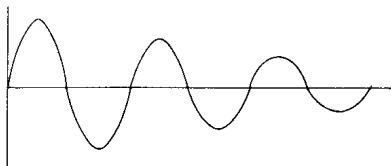

bild 143
När kondensatorladdningen har uppnått sitt maximala värde (3) börjar det åter gå ström genom spolen. Ett nytt magnetfält byggs upp som vid tidpunkten 4 har motsatt riktning mot magnetfält vid tidpunkten 2. När detta nya magnetfält är som starkast (4) bryts det ner. Den magnetiska energin omvandlas åter i elektrisk energi och kondensatorn laddas nu upp med samma polaritet som i 0–1. Detta förlopp upprepas ända tills de ohmska motståndet i spolen har orsakat en förlust av all den energi som en gång fanns i hela svängningskretsen. Den uppkomna svängningen har alltså inte samma amplitud hela tiden, utan den blir allt mindre för varje period (till att börja med bara obetydligt mindre), ända tills den har blivit lika med noll. Man talar därför om en dämpad svängning (fig 143). Av denna anledning räcker det inte att en enda gång sätta fart på svängningskretsen, utan i rätt ögonblick (0–1, 4–5, osv) måste man hela tiden tillföra den ny energi. På så vis täcker man energiförlusterna i svängningskretsen, och man kan tala om kopplingens »svängning».